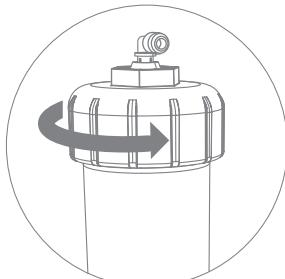

Рис. 3
3. Открутите крышку корпуса мембранны (рис. 3).